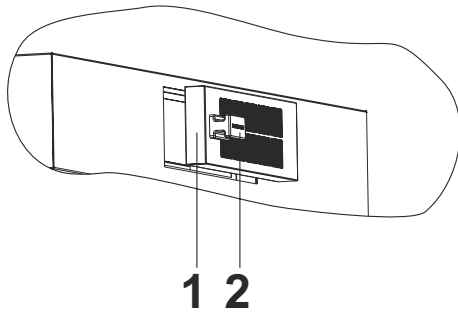

Abb. 27
1. Nehmen Sie den Aktivkohlefilter (Abb. 27/1) mit Haltemagnet ab. (Abb. 27).